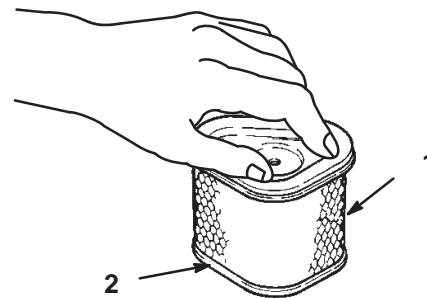

Figure 19
1. Tapotez doucement l'élément sur une surface plane pour faire tomber la poussière et la saleté (Fig. 19).